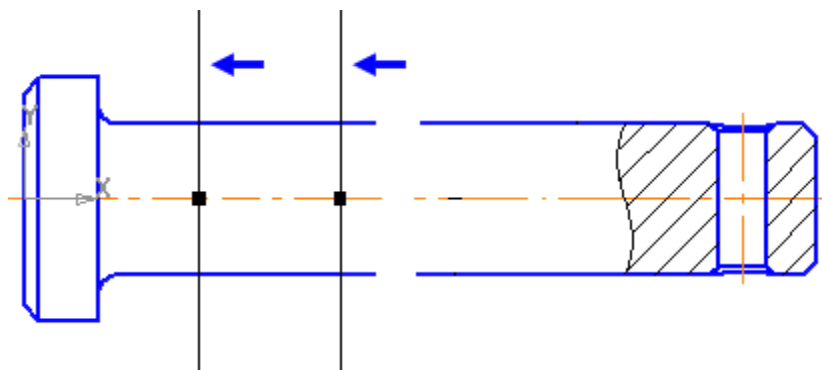

Рисунок 22.
- Перемещая мышью характерные точки границ разрыва, перетяните их в левую часть детали, ограничив часть изображения, которую нужно удалить (рис. 22).